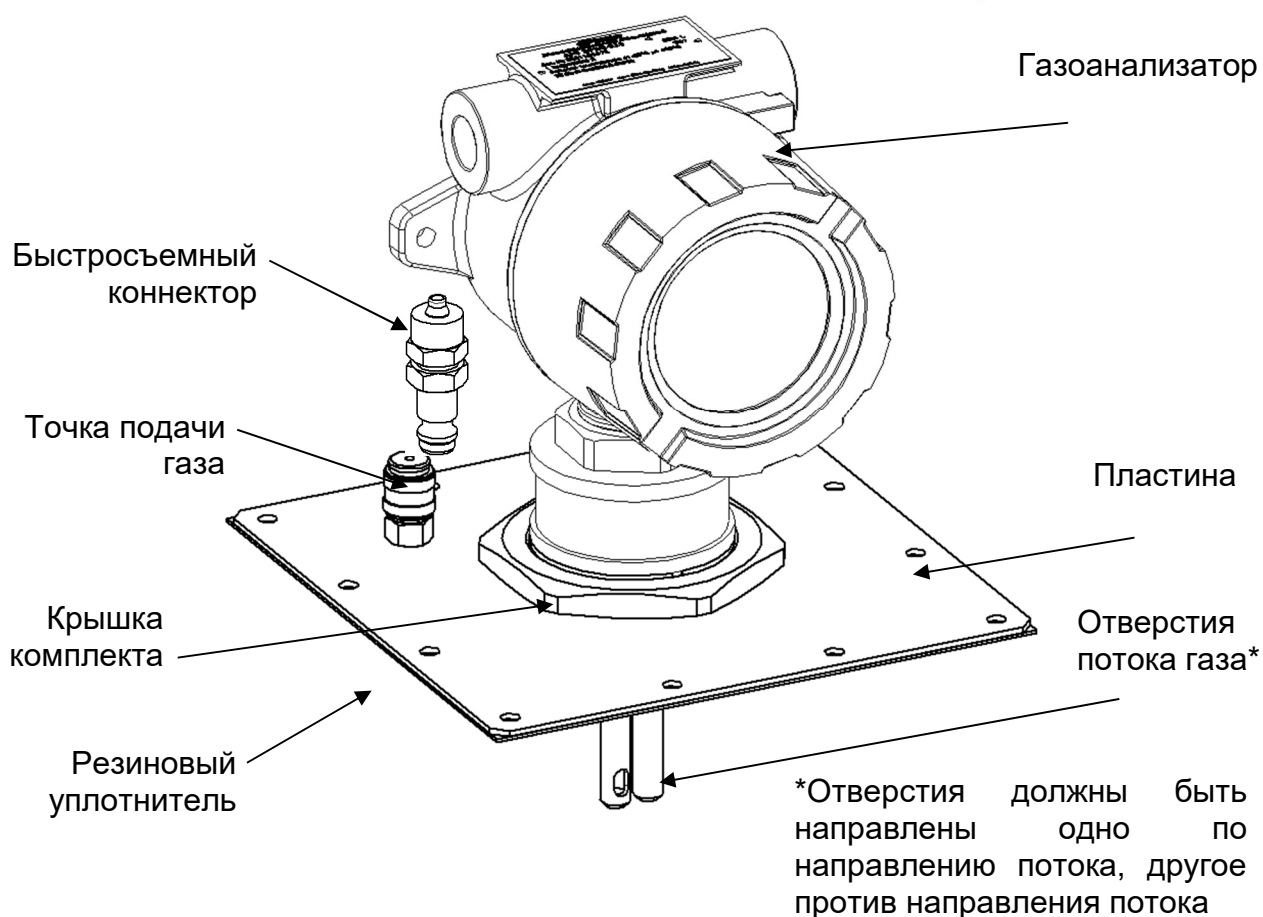

Рисунок 8 – Внешний вид газоанализатора и комплекта для монтажа в воздуховоде
- в) Вкрутить газоанализатор в крышку комплекта (рис. 8);